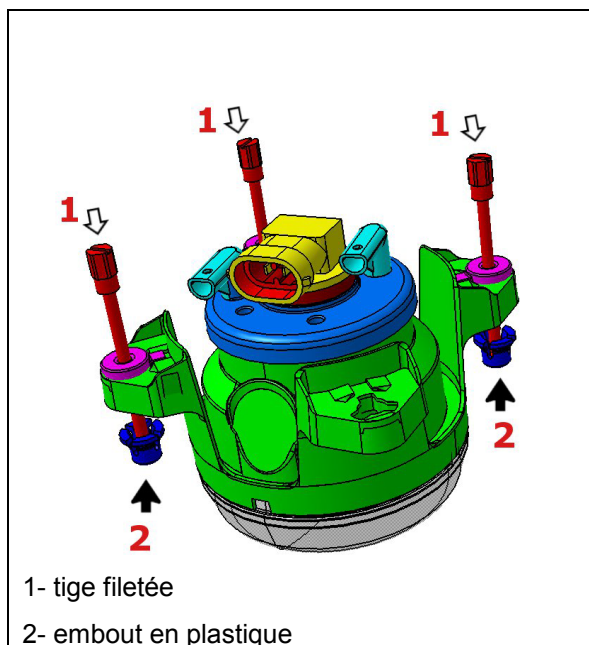

FIGURE 72: PROJECTEUR
5. Installer trois nouvelles tiges filetées (item 1, Figure 72) sur le projecteur.
7. Fixer les embouts en plastique aux extrémités sphériques des tiges filetées (Figure 72).